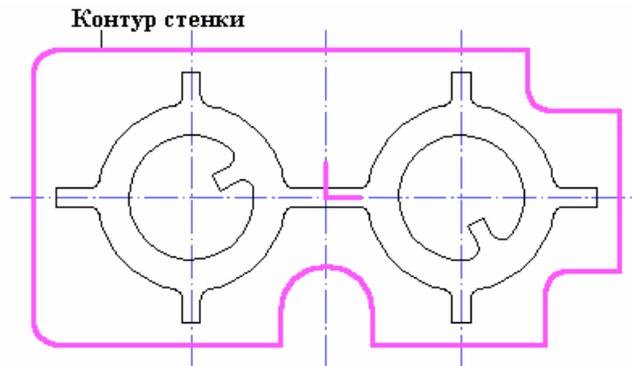

Рисунок 4
5. Из дополнительного меню выберите **Контур**. Диалог «Фрезеровать 2.5X» свернется. Укажите контур стенки (указанный контур подсвечивается красным цветом)(см.Рисунок 4) и нажмите среднюю кнопку мыши или клавишу **Esc** на клавиатуре. Будет определена